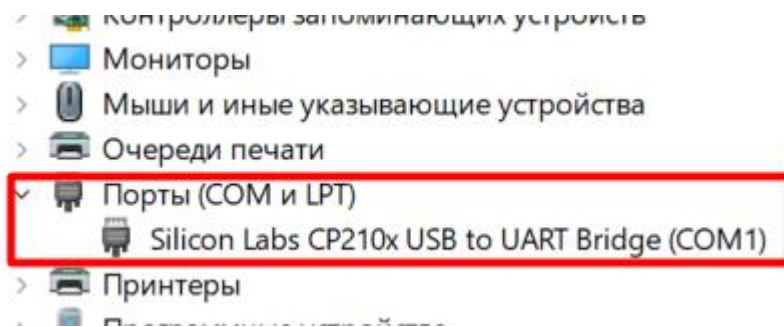

Рис. 1. Диспетчер устройств.
1. После установки драйвера при подключении прибора в диспетчере устройств должен отображаться новый COM-порт Рис. 1.